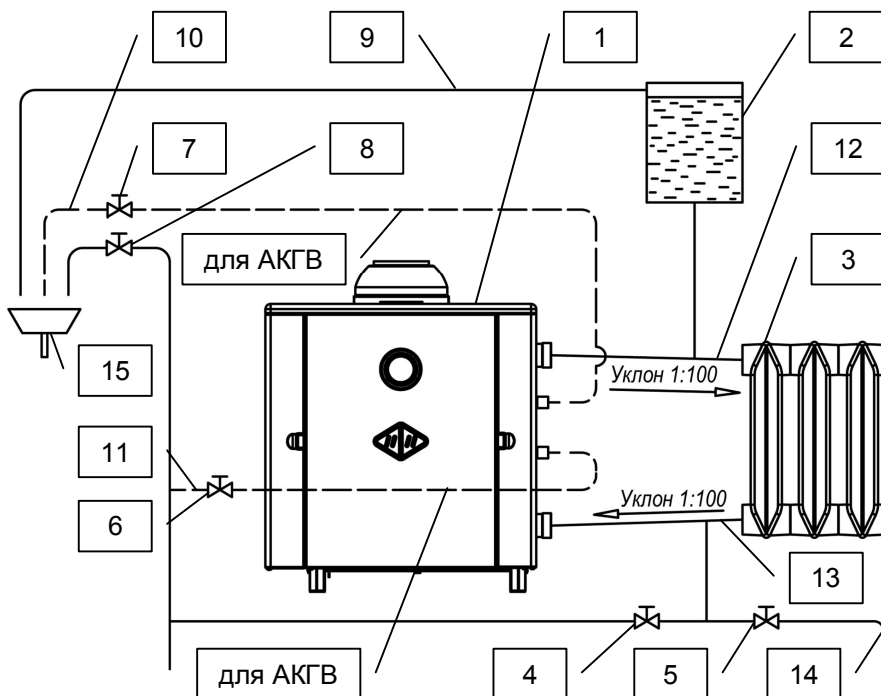

Рис.5 - монтаж апаратів АОГВ і АКГВ
6.7 Відповідно до рис.5, підключіть апарат АОГВ до системи опалення, а апарат АКГВ - і до системи гарячого водопостачання. Сполучні труби трубопроводів повинні бути точно підігнані до місця розташування вхідних штуцерів апарата. Підключення не повинно супроводжуватися взаємним натягом труб і вузлів апарата.
6.8 Заповнить систему опалення і апарат водою від водопровідної мережі повільним відкриттям вентиля рис.5, поз.4. Контроль заповнення системи здійснюється по сигнальній трубі поз.9.